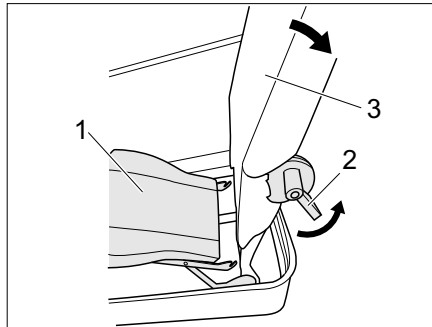
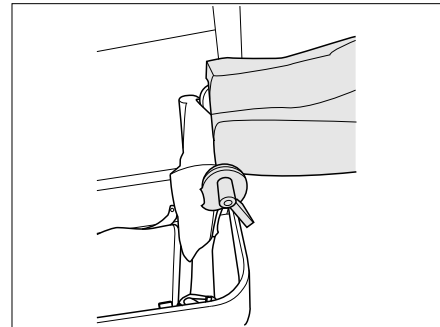

Fig. 221 Sganciare il piano di seduta
Fig. 222 Schienale ruotato all'indietro di 90°
- Sganciare il piano di seduta (Fig. 221,1) e spostarlo verso il basso.
- Azionare la leva 1 (Fig. 221,2) e ruotare all'indietro lo schienale (Fig. 221,3) di 90° (Fig. 222).